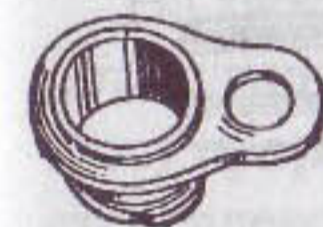

Рис. 142. Направляющая втулка
*Направляющая втулка* (рис. 142) служит для направления дульной части ствола при движении затвора и упором